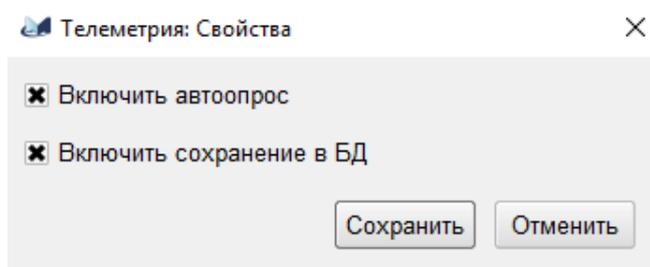

Рис. 65
4.4.7.1. Контекстное меню разделов предоставляет оператору пункт *"Свойства"*, открывающий диалоговое окно настройки свойств параметров раздела, включая параметры всех вложенных разделов (рис. 65).